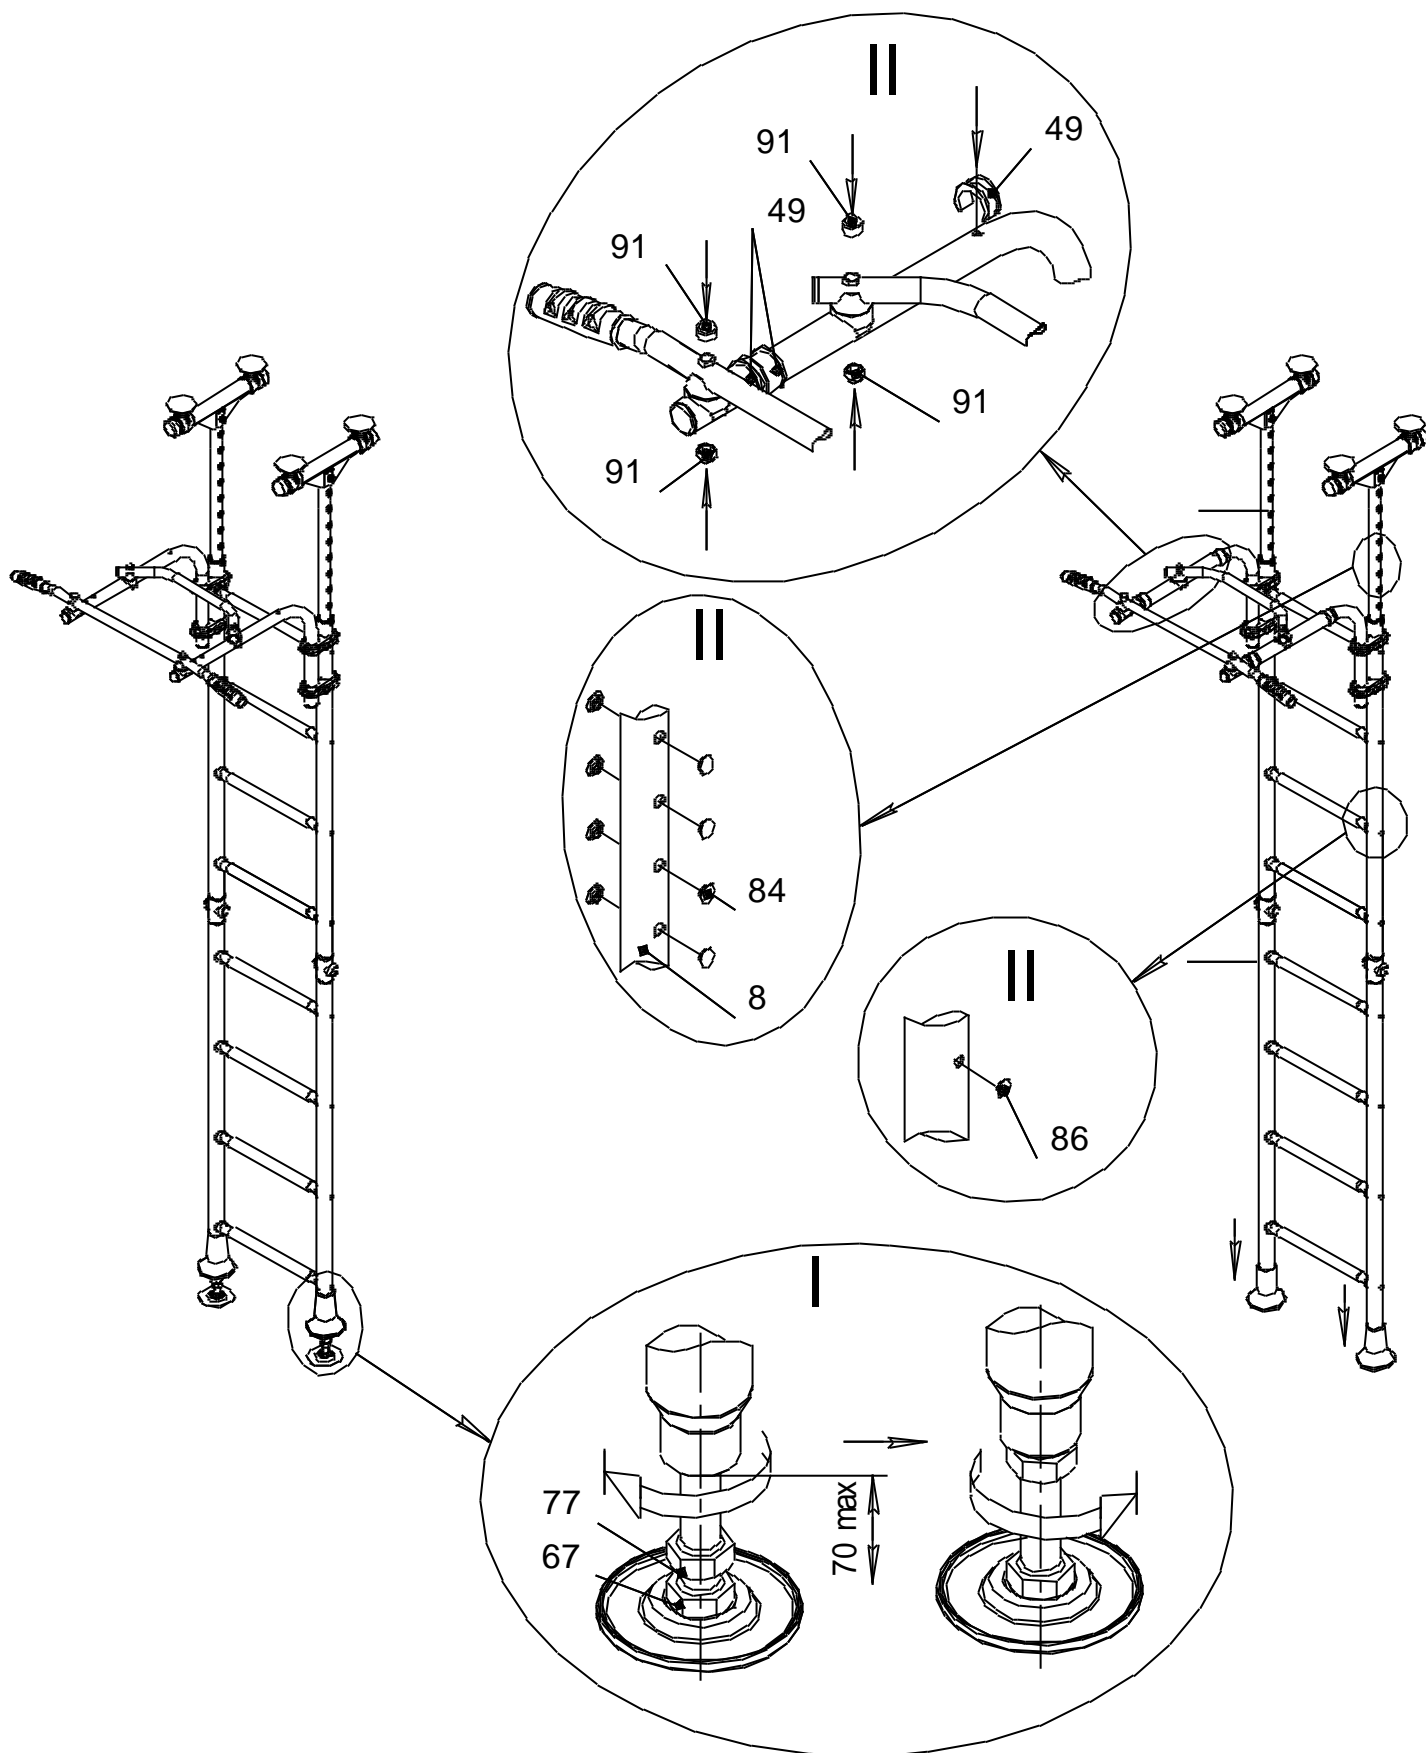

Рис.9
- II- Установить заглушки поз. 84; 86; катушки-клипсы поз.49; колпачки декоративные поз.91 (рис.9).